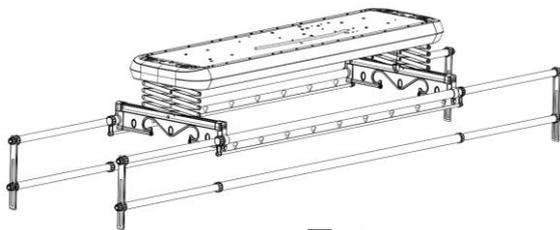

图 11
- b. 将组装好后的衣杆组件中的被杆卡在衣杆支撑板的挂钩位上面（此操作是为了增加剪刀架重量）。在按遥控器的下降键，使衣杆下降到合适的位置。拧出衣杆支撑板上的铝制螺丝，旋起夹紧片，将固定衣杆装入，然后拧紧铝制螺丝。同理，将另一端衣杆组件装入衣杆支撑板上。如图 11 所示